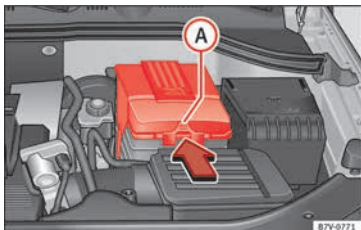

Abb. 249 Im Motorraum: Abdeckung für die Fahrzeugbatterie abnehmen.
- *Bei einer Abdeckung:* Auf die Lasche »» **Abb. 249** in Pfeilrichtung drücken und Abdeckung nach oben abnehmen.